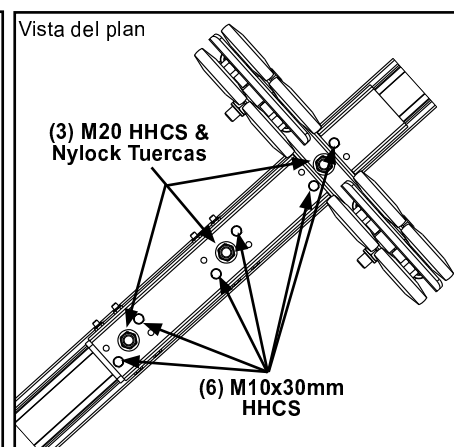

Figura 3-93
- Paso 3. Apriete dos (2) M10 x 30 mm HHCS y tuerca nylock en c/u de los tres (3) soportes de montaje. Apriete tornillos hasta que las arandelas de presión estén planas. No apretar de más. Vea Figura 3-93.
- Paso 8. Si se necesita ajuste para centrar, afloje tres (3) M10 x 30 mm HHCS y tuercas nylock, golpee levemente soporte de carro final con un martillo hasta coincidir centro con centro de pista.
- Paso 9. If centering adjustment is needed, loosen three (3) M10 x 30 mm HHCS and nylock nuts, tap end truck bracket to match runway center to center.